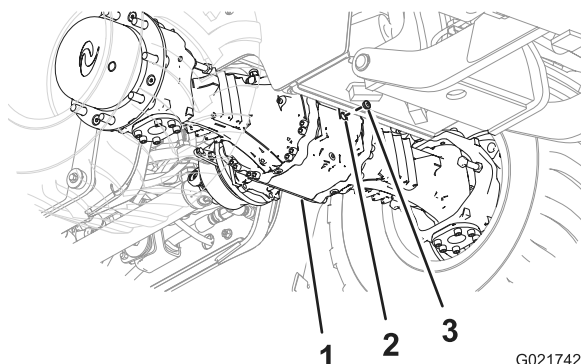

Bild 66
3. Prüfen Sie den Ölstand in der Achse im Schauglas. Der Stand sollte an der Unterseite des Schraubengewindes liegen (Bild 66 und Bild 67).
6. Setzen Sie die Schauglasschraube in die Schauglasöffnung im Ritzelgehäuse der Achse ein (Bild 66 und Bild 67).